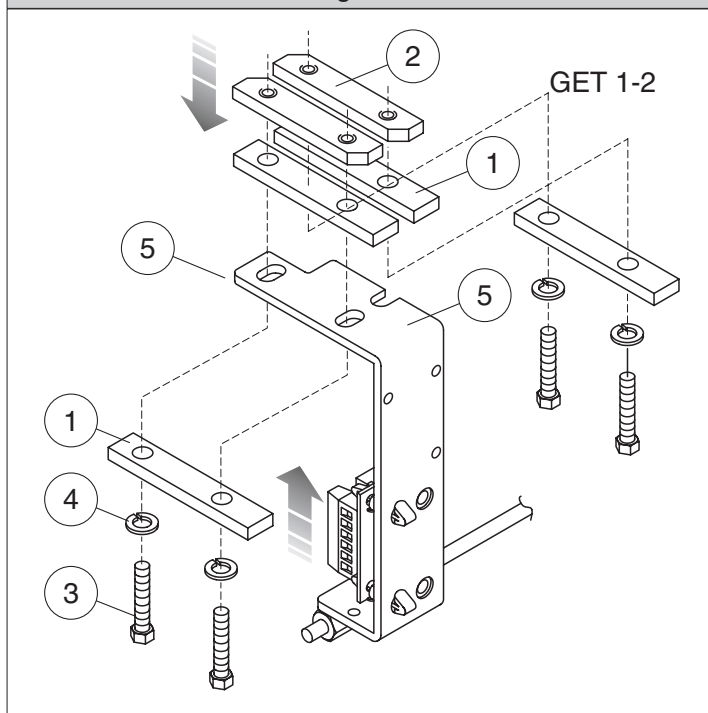

Fig. 19b
A instalação na travessa LINEA requer o distanciador específico (Fig.1 ref.25) que será montado prestando atenção à correcta posição dos furos superiores (Fig. 19b).